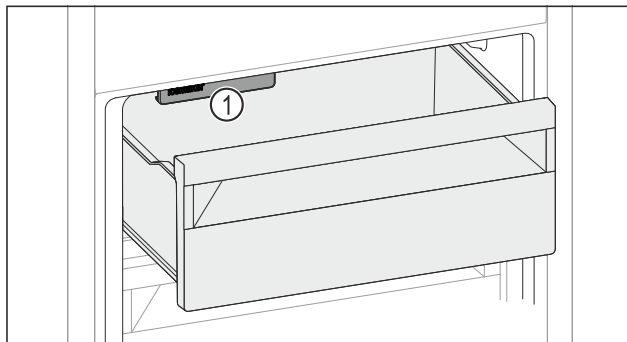

Fig. 142
- Luați în considerare IceMaker Fig. 142 (1).